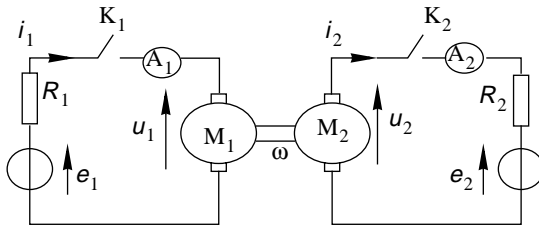
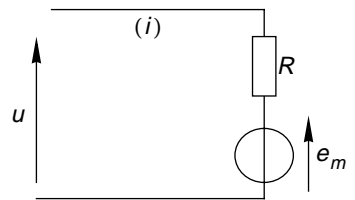
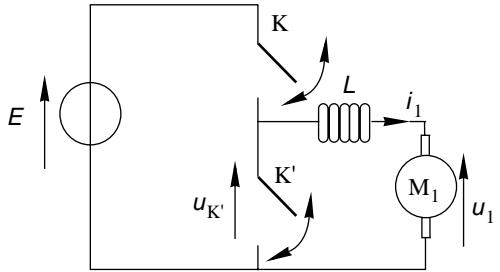

Figure 1 : association de deux machines à courant continu
Figure 2 : schéma électrique
Figure 3 : commande par découpage
Deux machines à courant continu  $M_1$  et  $M_2$ , à aimants permanents, considérées comme identiques, sont associées sur le même arbre mécanique, selon le schéma de la figure 1.
Chaque machine est en relation électrique avec une source de tension, réversible en courant, modélisée par sa force électromotrice et une résistance ( $e_1$  et  $R_1$  pour le circuit 1 ;  $e_2$  et  $R_2$  pour le circuit 2). La vitesse de rotation angulaire est notée  $\omega(t)$  ; elle est considérée comme positive lorsque la machine  $M_1$  fonctionne en moteur avec  $e_1 > 0$ , et  $M_2$  en génératrice. Chaque machine, dont on néglige l'inductance d'induit et dont la résistance d'induit est notée  $R$ , développe, lorsqu'elle tourne, une force électromotrice  $e_m = \Phi_0 \omega$ , comme le montre le schéma équivalent de la figure 2. Dans cette partie, on néglige toutes les pertes autres que celles qui correspondent à l'effet Joule (sauf dans la question I.B.6) : les pertes dans le fer et les pertes mécaniques sont donc considérées comme nulles. Les intensités  $i_1$  et  $i_2$  des courants traversant les deux machines, comptées positivement dans les sens indiqués sur la figure 1, sont mesurées en régime permanent par les deux ampèremètres  $A_1$  et  $A_2$ .
**I.A.1)** Montrer qu'avec les conventions de la figure 1, les couples électromagnétiques appliqués sur l'arbre commun par les machines sont respectivement de la forme  $T_1 = \Phi_0 i_1$  et  $T_2 = -\Phi_0 i_2$ .
On se propose de décrire sommairement le dispositif électrique de commande du moteur  $M_1$ . La commande par découpage utilisée est représentée à la figure 3. On admet que la conduction dans  $M_1$  est ininterrompue : le courant d'intensité  $i_1$  ne s'annule jamais.
**III.B** - Le moteur  $M_1$  de la figure 3 représente la machine  $M_1$  de la figure 1 qui entraîne la machine  $M_2$ , cette dernière débitant dans une résistance  $R_2$  comme dans la Partie II ( $e_2 = 0, R_2 = 100\Omega$ ). On prend de plus  $E = 10V$ . L'ensemble  $e_1, R_1$  de la figure 1 est simplement remplacé par le dispositif de la figure 3. On tient compte de la résistance  $R$  dans le schéma équivalent des machines ; le couple de frottement visqueux de coefficient  $f$  envisagé dans la Partie II est également pris en compte.